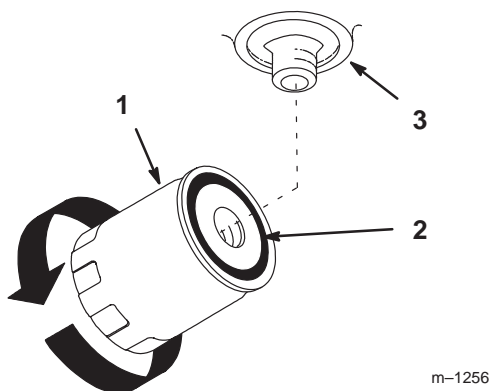

Figure 48
- Appliquez une fine couche de liquide hydraulique sur le joint en caoutchouc du filtre de rechange (Fig. 48).
- Quand le liquide déborde, tournez le filtre dans le sens horaire jusqu'à ce que le joint en caoutchouc rejoigne l'adaptateur, puis donnez un demi-tour supplémentaire (Fig. 48).